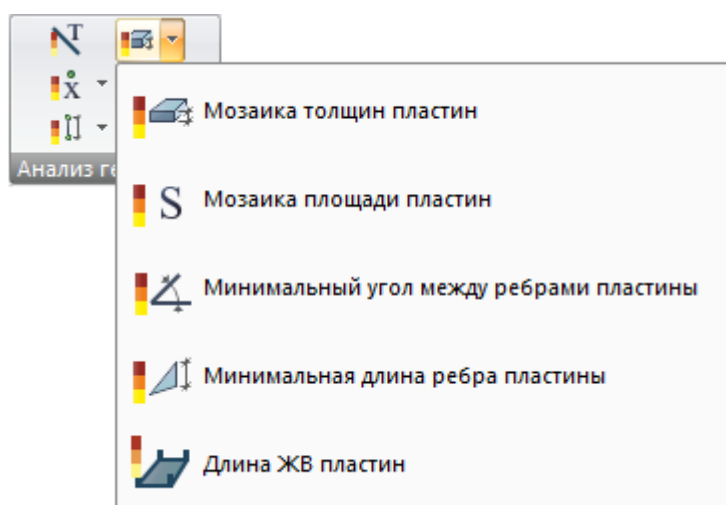

Рис. 61. Раскрывающийся список **Мозаика параметров пластин**
**Геометрические характеристики пластин** (рис.61) – раскрывающийся список с заменой. Просмотр мозаик параметров пластин: